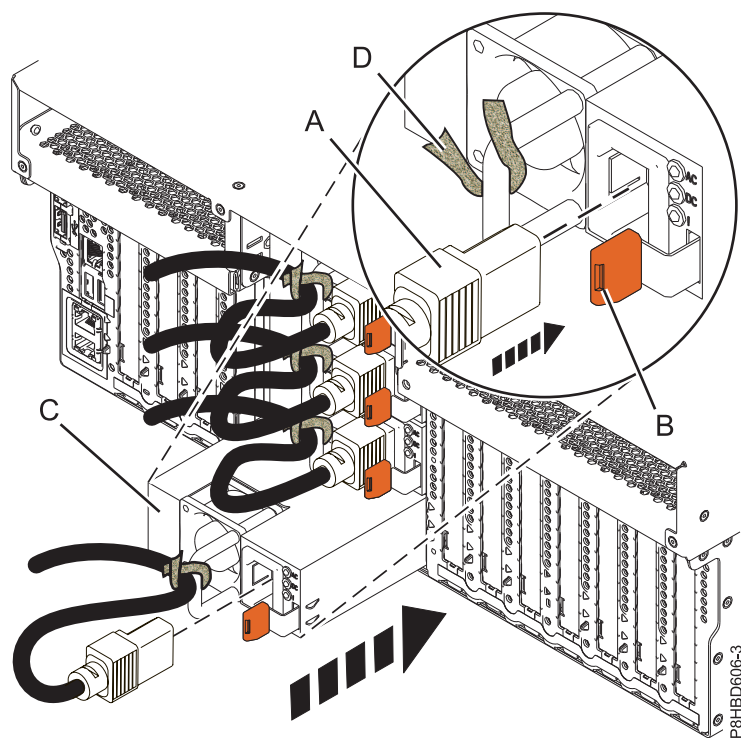
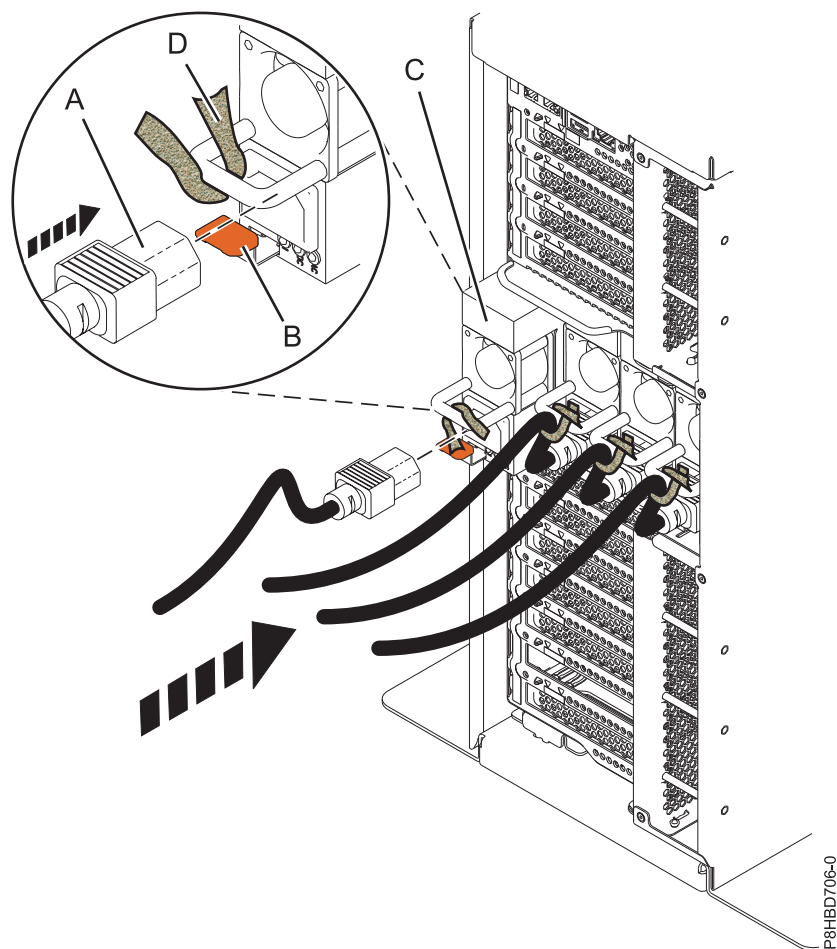

図 9. ラック・マウント型システムの電源装置を取り替える
図 10. スタンドアロン型システムの電源装置を取り替える
3. 11 ページの図 9 (ラック・マウント型システムの場合) および 12 ページの図 10 (スタンドアロン型システムの場合)図に示すように、電源装置 (C) をベイに位置合わせして、テラコッタ色のラッチ
4. 11 ページの図 9 (ラック・マウント型システムの場合) および 図 10 (スタンドアロン型システムの場合)図に示すように、電源コード (A) を電源装置 (C) に接続します。
5. 11 ページの図 9 (ラック・マウント型システムの場合) および 図 10 (スタンドアロン型システムの場合)図に示すように、面ファスナー (D) を使用して、電源コードを電源装置のハンドルに固定します。